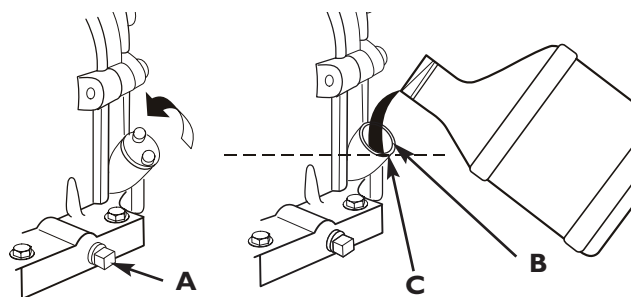

Figure 11 — Cambie el Aceite
6. Vierta lentamente unos 0,83 litros (28 onzas) de aceite por el orificio de llenado (B) hasta el punto de desbordamiento (C) (Figure 11). NO añada aceite en exceso.